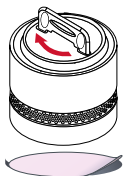

Fig. 3
Förberedelser (se fig. 3):
- Aktivera rökdetektorn genom att samtidigt trycka ner monteringsplattan och vrida den medurs (se fig. 3). Rökdetektorn aktiveras när höljets lock klickar på plats.